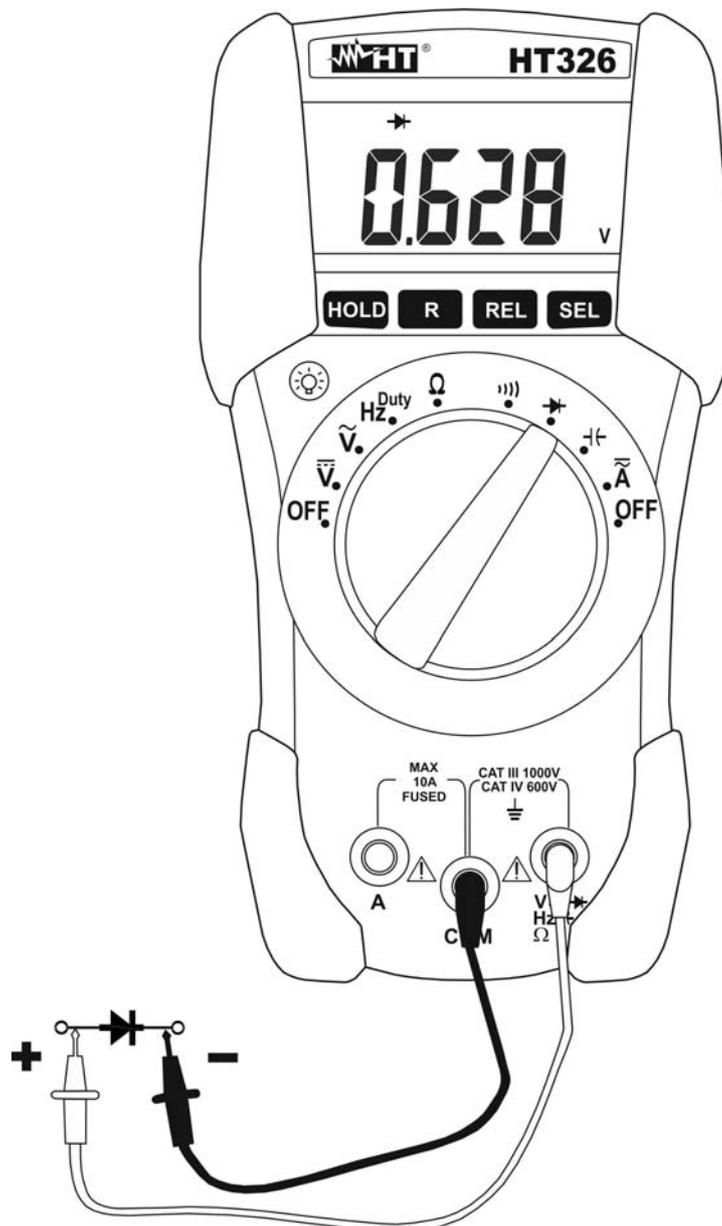

Fig. 8: Uso dello strumento per la Prova Diodi
3. Posizionare i puntali ai capi del diodo in esame (vedere Fig. 8) rispettando le polarità indicate
6. Se lo strumento visualizza il messaggio "**O.L.**" i terminali del diodo sono invertiti rispetto a quanto indicato in Fig. 8 oppure la giunzione P-N del diodo è danneggiata.